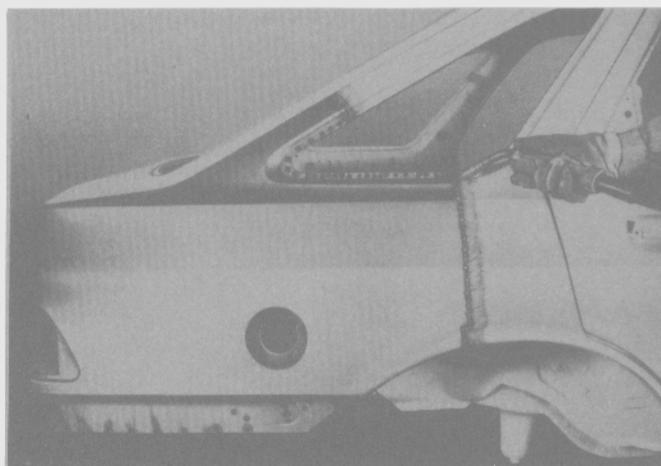

Fig. 230
- Soldar, con metal en atmósfera de gas inerte (MIG), la junta en el pilar "C" y la junta lateral (Fig. 230).